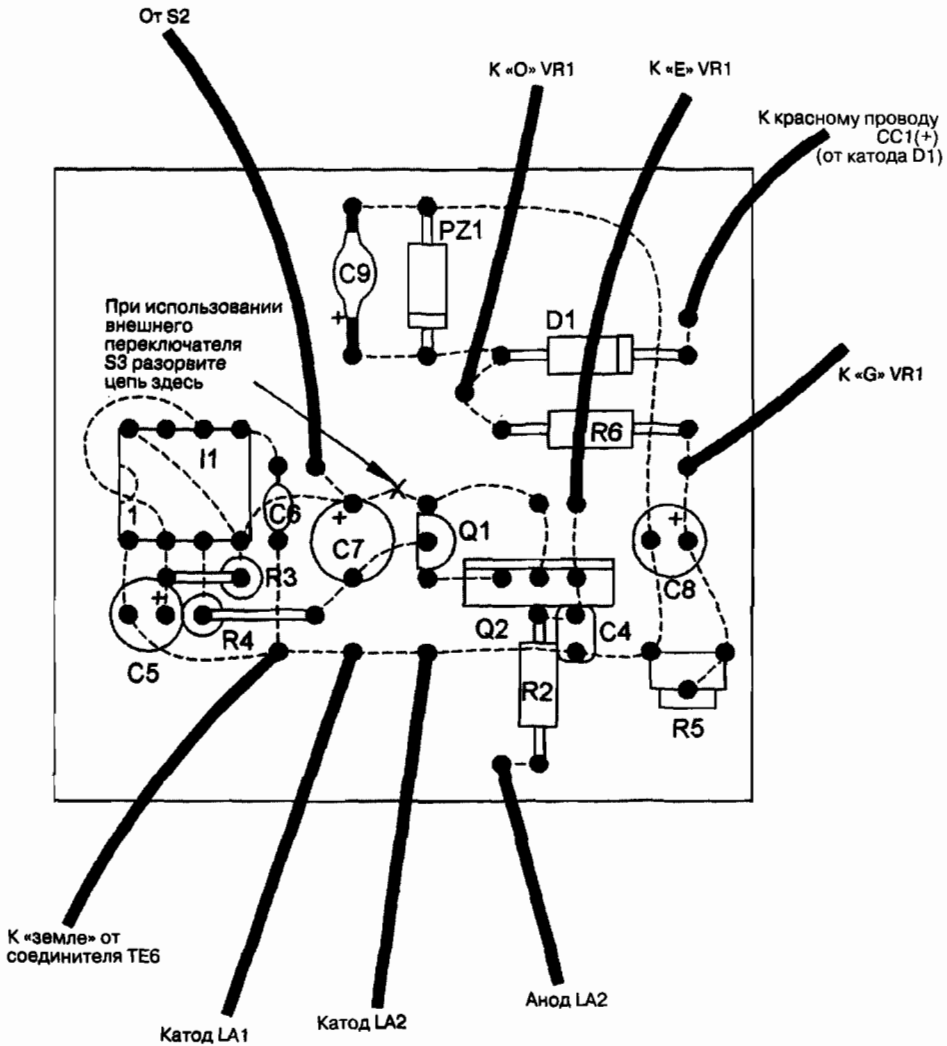

Рис. 9.3. Увеличенное изображение сборочной платы
Все этапы сборки показаны на рис. 9.3–9.10, рекомендуется следовать им как можно точнее. Предполагается, что вы подготовите необходимые детали, затем примерите их и изготовите шасси по мере выполнения работ. Этапы сборки следующие:
1. Вставьте компоненты в отверстия печатной платы (рис. 9.3), используя их выводы в качестве точек соединения, показанных пунктирной линией. Постарайтесь следовать чертежу и использовать именно нужные отверстия для соединения по схеме. Обращайте внимание на полярность элементов там, где она показана, избегайте соединений с возможностью коротких замыканий, холодной пайки, мостов при пайке и замыканий проводов. Разные стадии соединений показаны на рис. 9.6–9.8.